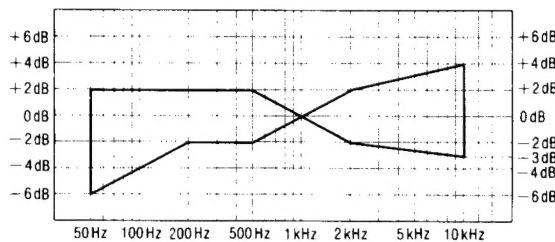

Abb. 7
4. Das in Schritt 2 aufgezeichnete Signal wiedergeben und prüfen, ob der Pegel jeder Ausgangsfrequenz im Bereich liegt, der in Abb. 7 im Vergleich zur Referenzfrequenz (1kHz) gezeigt wird.